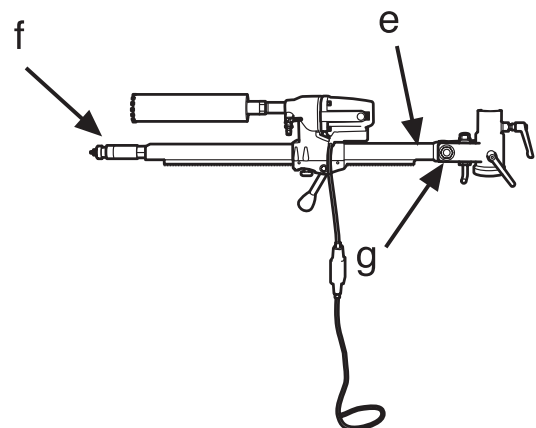

Рис.7
- Проверьте положение коронки. Чтобы закрепить сверлильную колонку, ввинтите упор колонки (F) (рис. 7) в стену и зафиксируйте его стопорной гайкой 30 мм (F) (рис. 7). Используйте подпятник из дерева.